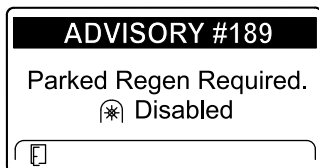

Figura 55
- Si no se realiza la regeneración con la máquina aparcada en un plazo de 2 horas, el InfoCenter muestra ADVISORY #189 (Aviso n.º 189) solicitando la regeneración con la máquina aparcada e indicando la desactivación de la toma de fuerza (Figura 55).